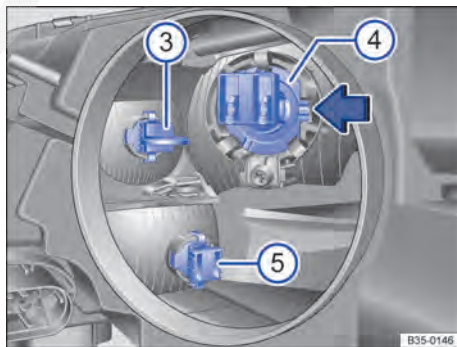

Fig. 241 Montar e desmontar a lâmpada do farol de rodagem diurna e luz de posição ❸, farol de conversão ❹ ou indicador de direção ❺.
4. Retirar o suporte da lâmpada ⇒ Fig. 241  com a lâmpada incandescente para trás da carcaça do farol.
4. Pressionar o suporte da lâmpada ⇒ Fig. 241  na direção da seta e retirar com a lâmpada incandescente para trás da carcaça do farol.
7. Colocar o suporte da lâmpada com a lâmpada incandescente na posição original dentro da carcaça do farol  e pressionar contra a direção da seta. O ressalto do encaixe da lâmpada deverá estar no entalhe da carcaça do farol ⇒ Fig. 241 (seta).
4. Pressionar o suporte da lâmpada ⇒ Fig. 241  para baixo e retirar com a lâmpada incandescente para trás da carcaça do farol.